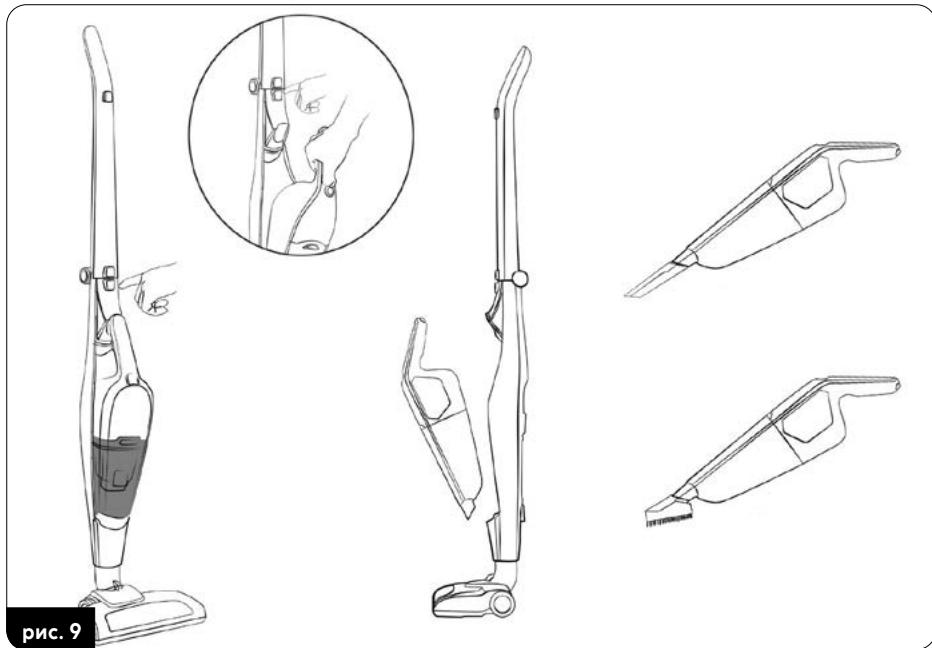

рис. 9
- Использование дополнительных принадлежностей пылесоса (маленькая щелевая щетка) возможно после демонтажа пылесоса с главного держателя. Нажмите кнопку (4) и снимите пылесос с главного держателя (2), а затем подсоедините к концу пылесоса соответствующие дополнительные принадлежности (рис. 9).